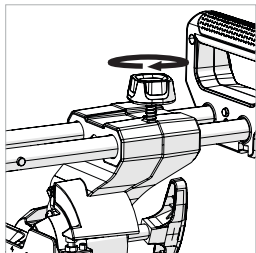

Fig. 12
- Skruva in slädens låsskruv i det gängade hålet ovanför slädens arm på höger sida. (**Fig. 12**)